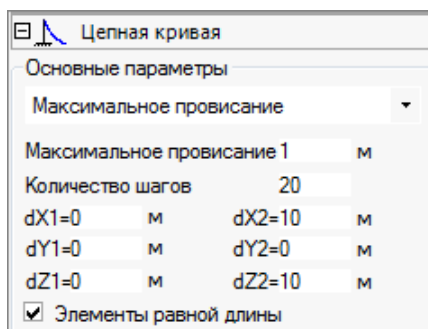

Рис. 2.111
- При **Максимальном провисании** (рис. 2.111) — провисании в середине пролета: